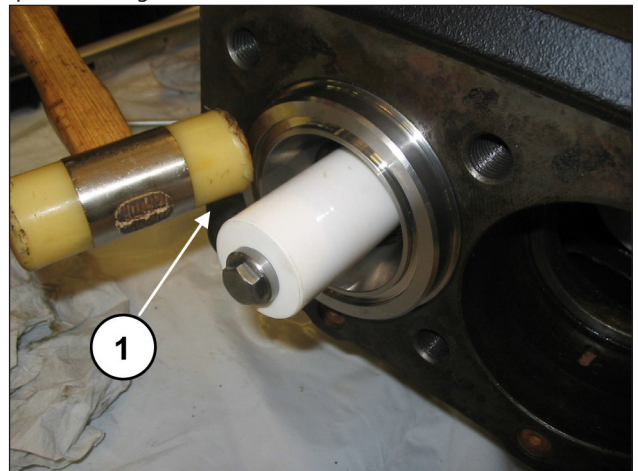
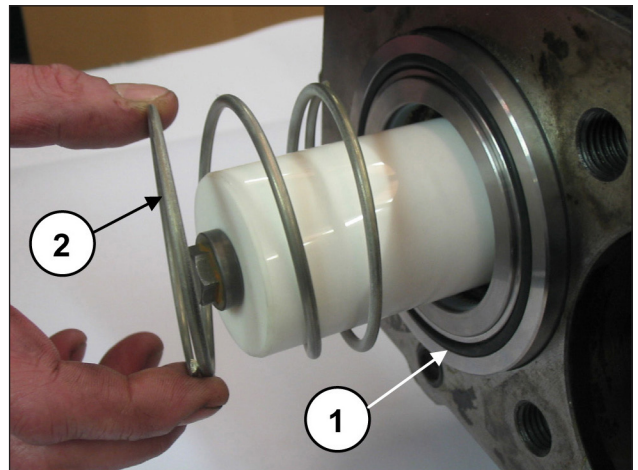

Fig. 169
Fig. 170
Comprobar que el bloque camisa-soporte esté colocado correctamente haciendo tope en el fondo (pos. ①, Fig. 169); ahora, montar la junta tórica frontal de la camisa y el muelle (pos. ① ②, Fig. 170).